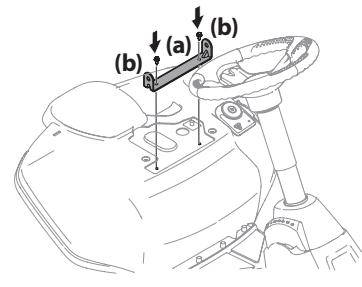

Figura 6
3. Alinee el soporte del asiento (a) en su lugar sobre los orificios de los pernos autorroscantes (b) que extrajo, como se indica en la Figura 6.
4. Con una llave de trinquete de 1/4 in y una llave de cubo de 3/8 in, sujeté el soporte del asiento con los pernos autorroscantes que extrajo en el Paso 2. Consulte la Figura 6.